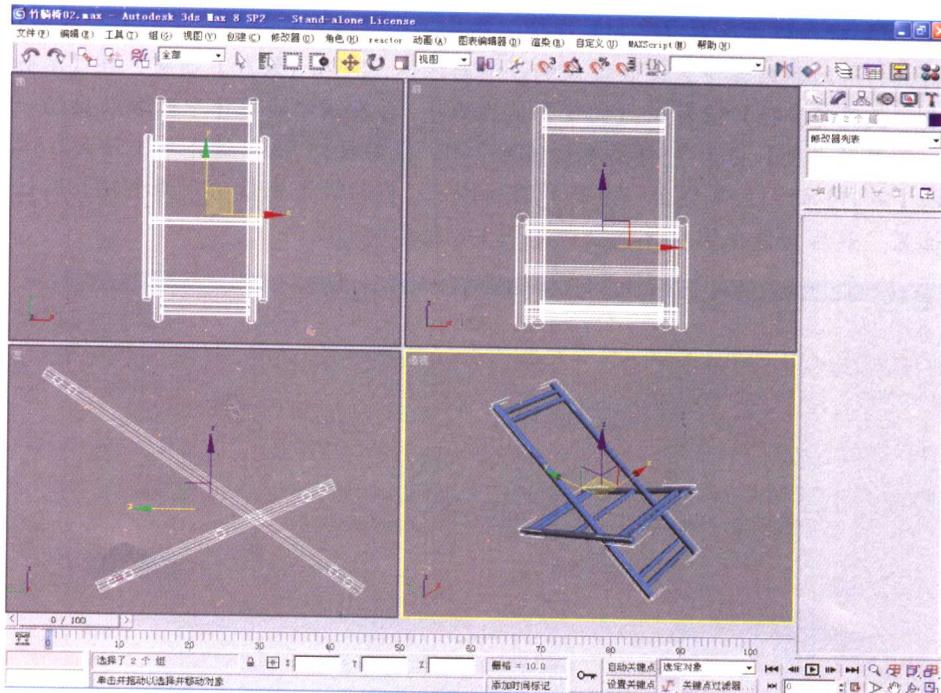

图 1-9 旋转并调整位置
(8) 在前视图中，框选左边的一组圆柱体，在菜单栏上单击【组】/【成组】命令，在弹出的【组】对话框中，将【组名】设置为“组 01”，然后单击【确定】按钮。接着框选右边的一组圆柱体，以相同的方法使其成组，组名为“组 02”。在主工具栏上单击【角度捕捉切换】按钮 ，打开角度捕捉功能，再在左视图中选取“组 01”，然后单击【旋转】按钮 ，沿逆时针方向将选择物体旋转 55°；接着选取“组 02”，将其沿顺时针方向旋转 65°，然后将它们调整到如图 1-9 所示的位置。